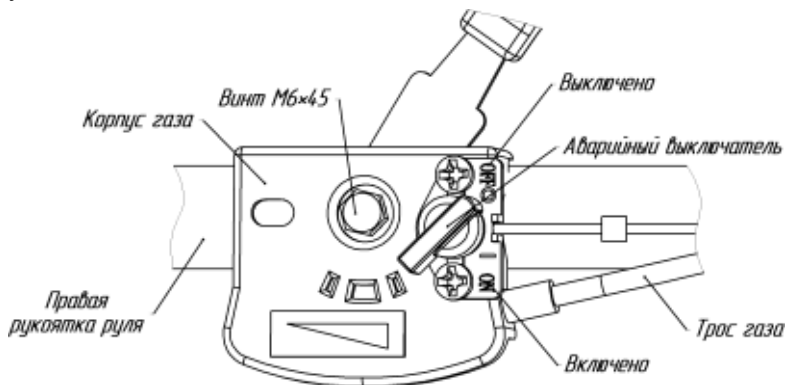

Рис.12. Механизм управления дроссельной заслонкой (газом) двигателя. Аварийный выключатель
- установить ручку газа на рукоятке руля в положение "О" ("СТОП") (рис.10) или аварийный выключатель в положение "OFF" (рис.12);